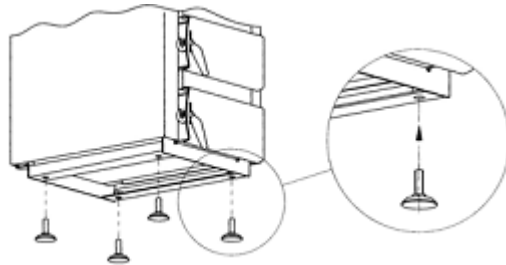

Рис. 4 Горизонтальне встановлення котла
- А. Котел разом з теплообмінником встановити на негорючій основі, використовуючи теплоізолюючу плиту більшу принаймні по 2 см на сторону від бази котла. Якщо котел розміщений у підвалі, радимо поставити його на підмурівок висотою 5-10 см. Для горизонтального розміщення котла служать 4 ніжки, які можна вкрутити в отвори в основі котла (Рис.4).